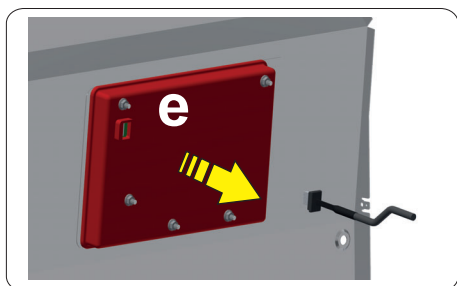

Abb. 11
- Trennen Sie das Kabel vom Display (Punkt e - siehe **Abb. 11**).